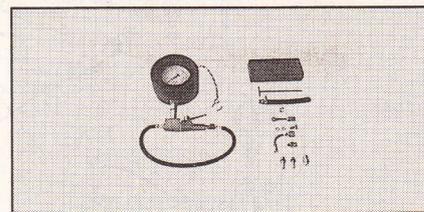

Fig. 4.115
V.A.G 1318 Verificador de presiones del sistema de inyección (Fig. 4.115).